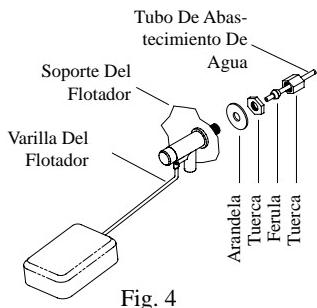

Fig. 3
- **La instalación del montaje de desagüe.** Quite la tuerca y pase la boquilla por el agujero de la bandeja, colocando la arandela de hule entre la bandeja y la cabeza de la boquilla (véase fig. 3). Coloque la tuerca en la boquilla y atorníllela hasta que quede apretada contra la parte inferior de la bandeja. Inserte el tubo de desagüe en la boquilla para retener el agua. El tubo de desagüe se puede quitar para desaguar el agua de la bandeja cuando sea necesario. Se puede conectar una manguera de jardín a la boquilla para desaguar el agua hacia otra parte.